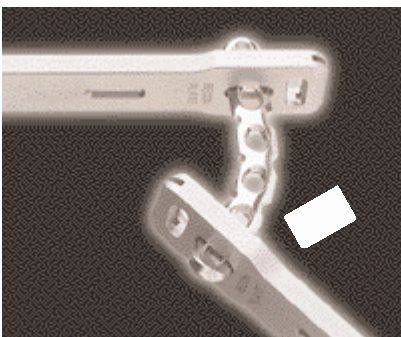

Figure 4
- Courbure sur le plat pour une parfaite adaptation à l'axe longitudinal de l'os : figures 4 et 5.